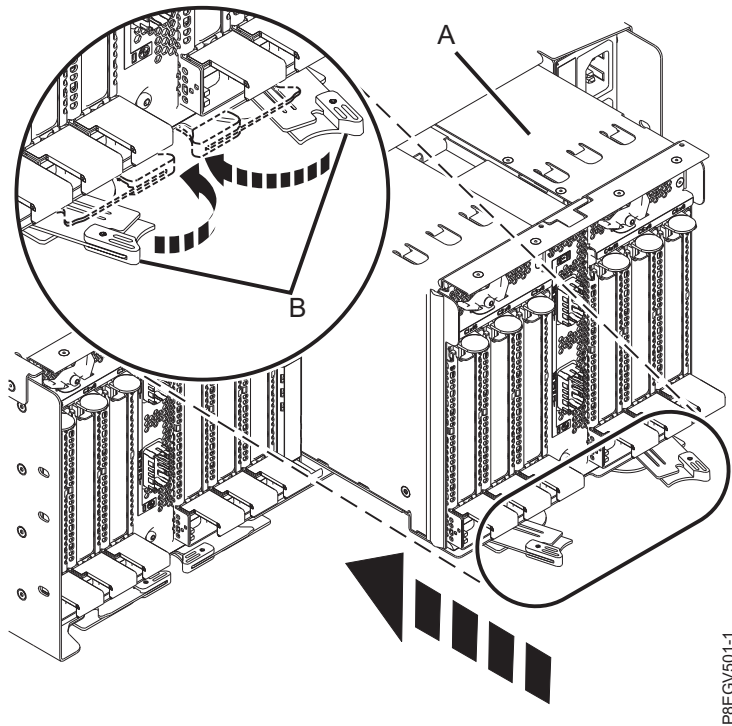

Figure 8. Fermeture des loquets de déverrouillage du module de sortance à 6 emplacements PCIe3
5. Appuyez sur les loquets de déverrouillage (**B**) du module de sortance à 6 emplacements PCIe3 (**A**) en direction du système jusqu'à ce qu'ils se bloquent. Voir figure 8, à la page 9.